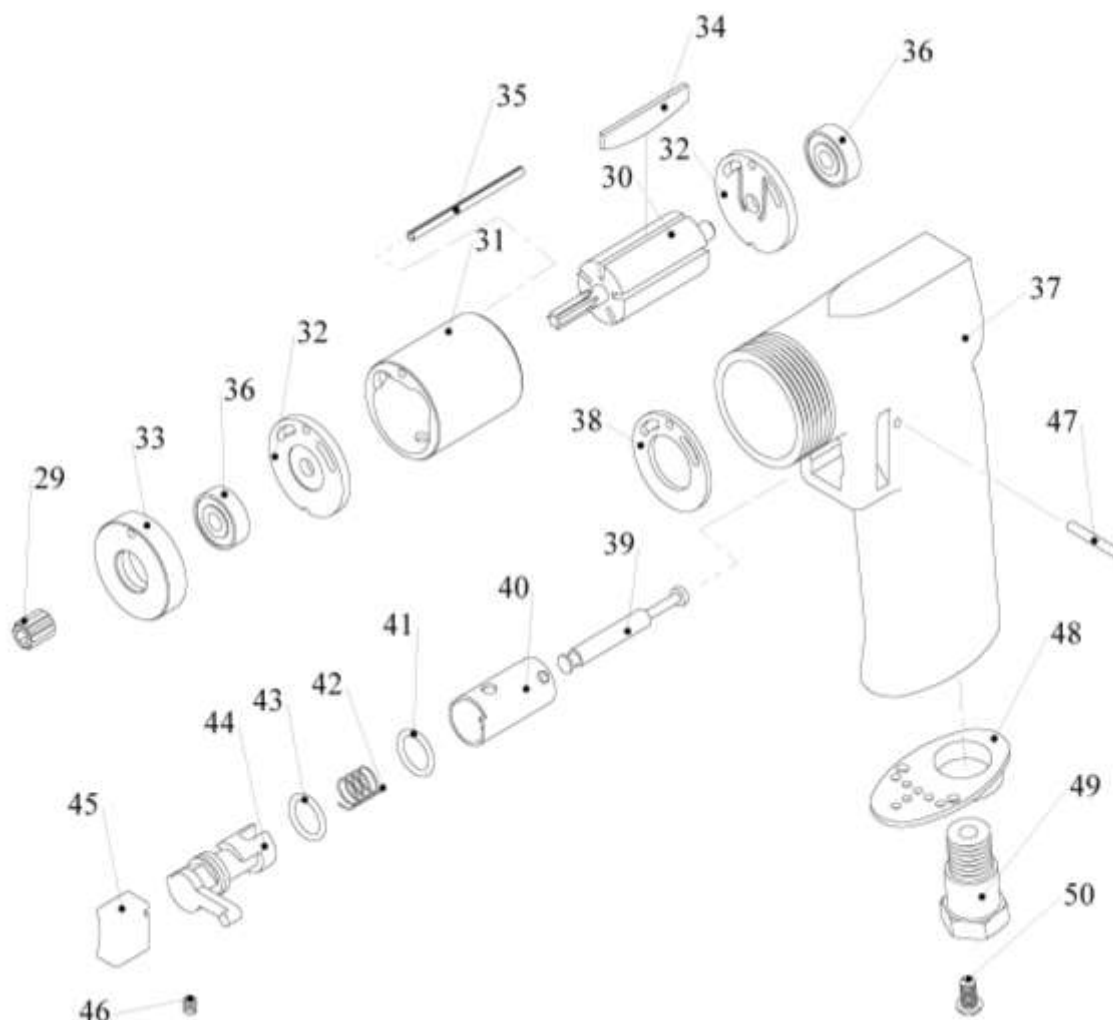
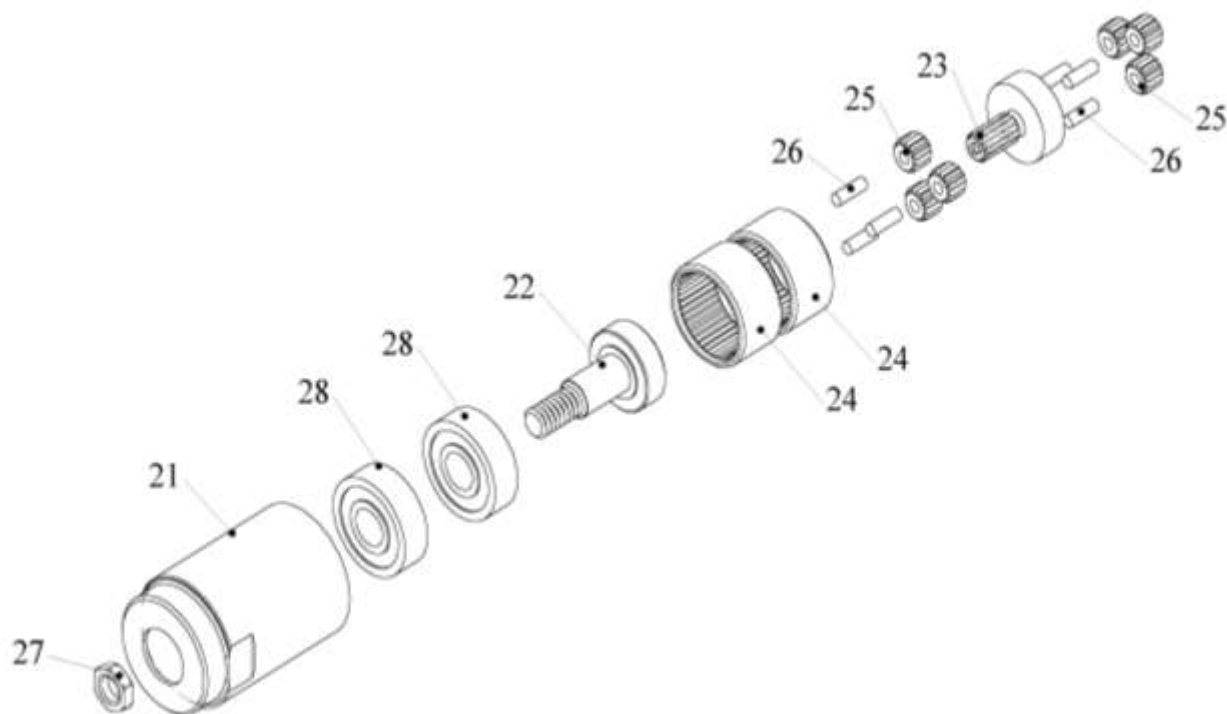
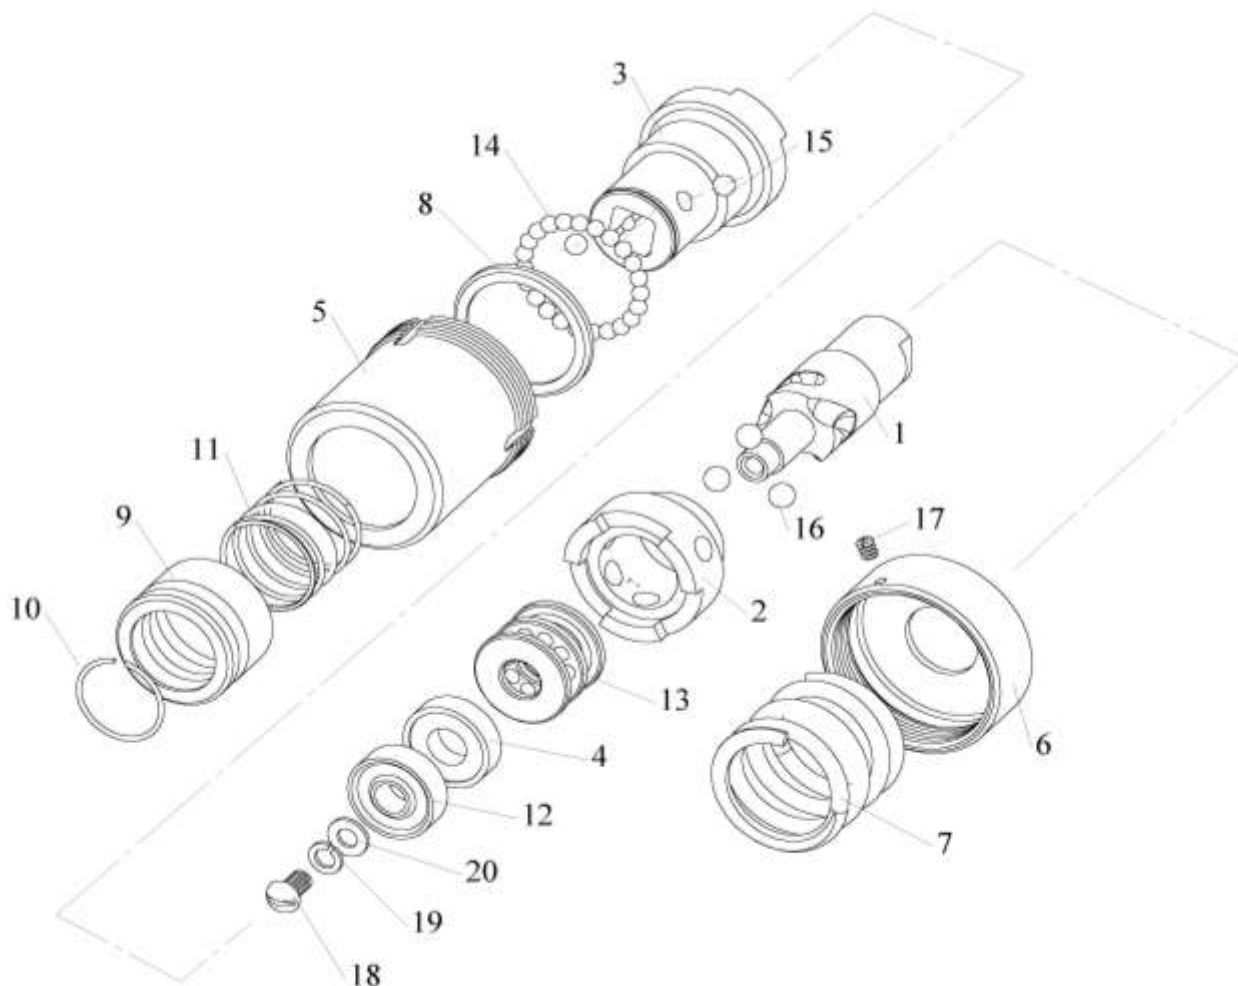

Рис. 2
Рис. 3
Рис.4
Вальцовочная машина работает следующим образом: при нажатии на курок пускового устройства (рис. 2) воздух поступает в пневматический двигатель и вращает ротор. Вращение ротора через планетарный редуктор (рис. 3) передается муфте предельного момента (рис. 4) и вальцовке, закрепленной в быстроразъемном соединении ведомого кулачка муфты. Вращение вальцовки по часовой стрелке происходит при верхнем положении переключателя направления вращения.
7.8. Если значение внутреннего диаметра трубы после развальцовки меньше полученного по формуле, то следует поджать пружину 7 муфты (рис. 4). Для чего необходимо: удерживая рукой муфту за корпус 5, завинтить крышку 6.